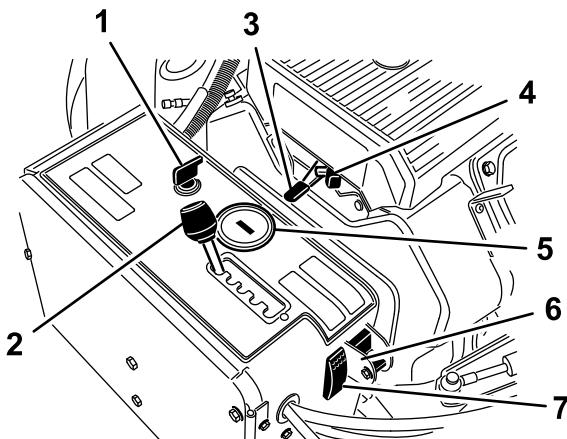

Figura 12
El interruptor de encendido (Figura 12) se utiliza para arrancar y parar el motor. El interruptor tiene 3 posiciones:
Mueva la palanca de espaciado de aireación (Figura 12) a la posición de espaciado deseada o a T para el transporte.
Utilice la palanca del acelerador (Figura 12) para controlar la velocidad del motor. Mueva la palanca del acelerador hacia delante para aumentar la velocidad del motor (posición de RÁPIDO) y hacia atrás para
- Cuando el motor se apaga, el horímetro/taquímetro (Figura 12) muestra el número de horas que ha estado funcionando el motor
Utilice el estárter si el motor está frío (Figura 12).
Baje el interruptor para desactivar la función TrueCore (Figura 12). Retire el perno para acceder al interruptor de seguimiento manual.
Pulse el interruptor de reinicio del sistema (Figura 12) para elevar el cabezal de perforación si la máquina deja de responder (por ejemplo, si la máquina se queda sin combustible).